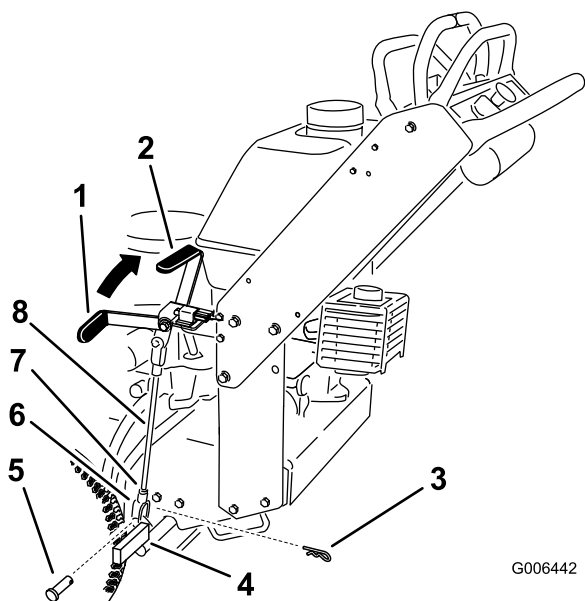

Bild 36
Hinweis: Wenn die Bremse aktiviert ist, sollte der Bremshebel auf 1 Uhr stehen (Bild 36).
5. Lösen Sie die obere und untere Klemmmutter (Bild 36).
6. Entfernen Sie zum Einstellen der Bremse den Splint und den Lastösenbolzen vom unteren Bremshebel (Bild 36).
verkürzen Sie die Stange zwischen den Jochs (Bild 36).
8. Befestigen Sie das Joch mit dem Splint und dem Lastösenbolzen am unteren Bremshebel (Bild 36).
9. Ziehen Sie die obere und untere Klemmmutter an (Bild 36).